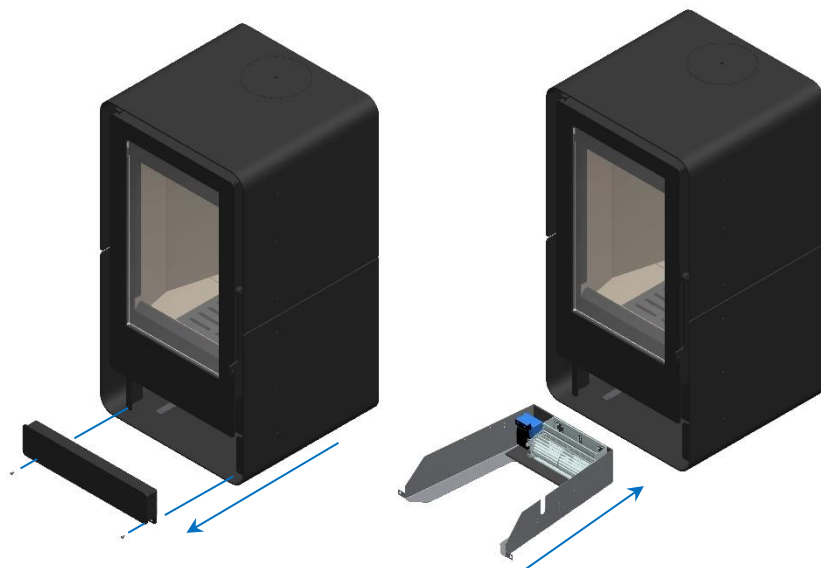

Figura 37 - Installazione del kit di ventilazione sulla stufa Tek Round Eco
* Per l'installazione è necessario rimuovere il coperchio anteriore dell'apparecchiatura e posizionare il kit di ventilazione, Figura 37;